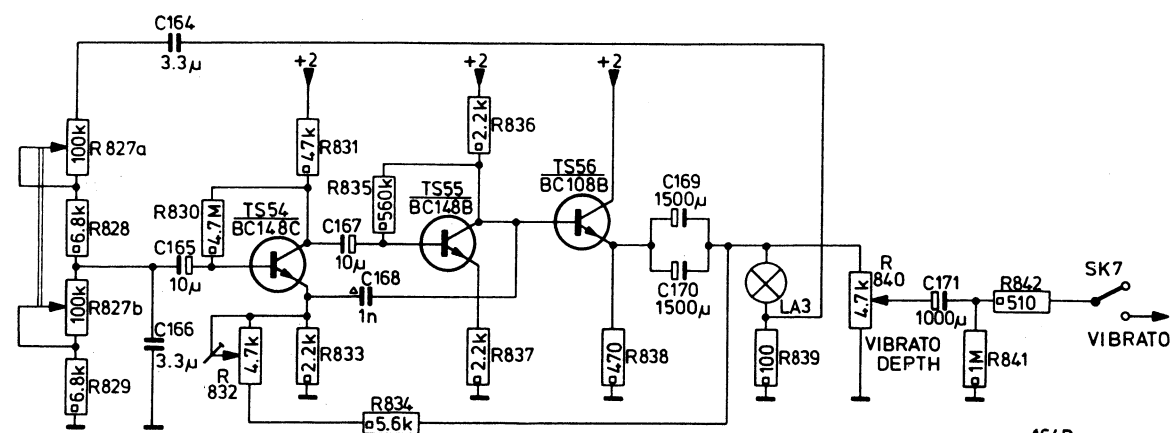

Fig. 8
4. Vibrato-Oszillator (Abb. 8)